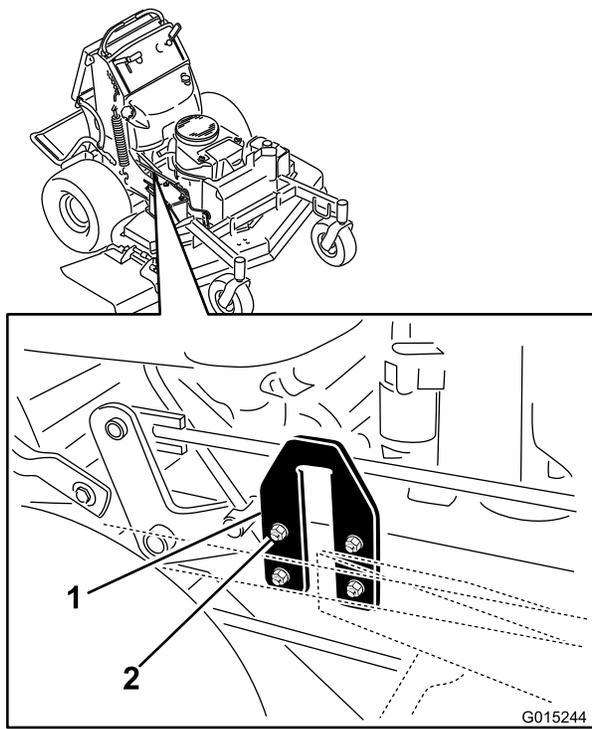

Figura 83
2. Localize as placas em U na plataforma do lado do motor (Figura 83).
3. Desaperte a placa em U num dos lados e ajuste-a para cima ou para baixo de forma a que a diferença entre as medidas **B** e **C** não seja superior a 6 mm (Figura 83).